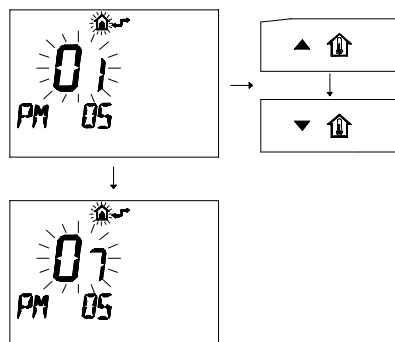

Figura 8.7
- Modificare il SET programmato agendo sui pulsanti ▲  ▼  fino a visualizzare un **set di 07** (Figura 8.7) che setta la caldaia per funzionare con gas **Propano (G31)**, aspettare che il numero programmato cominci a lampeggiare.